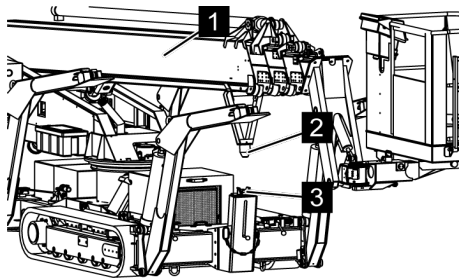

Fig. 98: Monter le bras télescopique
- 1.** → Monter le bras télescopique (Voir la Fig. 98/1), jusqu'à ce que le centrage du support (Voir la Fig. 98/2) soit à environ 35 à 40 cm du support du bras télescopique (Voir la Fig. 98/3).